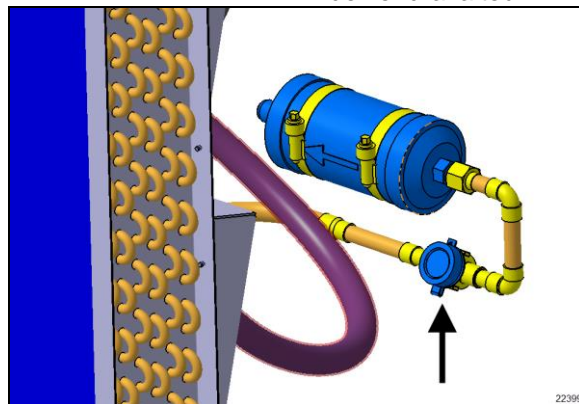

FIGURE 99 : REGARD DE L'INDICATEUR D'HUMIDITÉ
- 2- Lorsque la climatisation est en marche depuis au moins dix minutes, le regard de l'indicateur d'humidité (FIGURE 99) doit être transparent. Il ne doit pas être laiteux et ne doit pas contenir de bulles. La présence de bulles dans le regard de l'indicateur d'humidité est un signe de faible